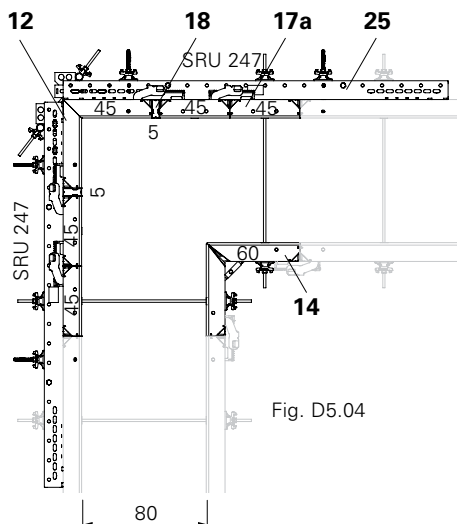

Fig. D5.04
- Elem. angolo ester. MXA...45 (12)
- Elem. angolo inter. MXI...60 (14)
- Montante di compen. WDA 5 (18)
- Corrente SRU 247, U120 con tiranti DW 15 e griffe di serraggio SKZ (25)
- (Fig. D5.04, D5.04a + D5.04b)